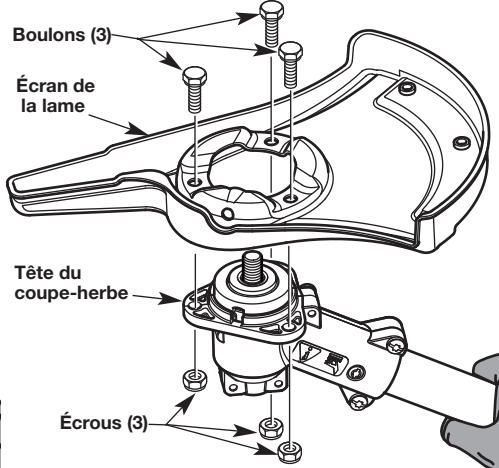

Fig. 9
- Tenez l'appareil en position d'utilisation (Fig. 9), puis positionnez la poignée en D de manière à assurer une prise idéale.
- Fixez l'écran de la lame à la tête du coupe-herbe avec les trois boulons et écrous de l'écran à l'aide d'une clé fermée ou d'une clé à douilles de 7/16 po (Fig. 9).
- Desserer et enlever les trois boulons et écrous de garde à l'aide d'une clé 7 / 16 pouce fermés ou douille (Fig. 9). Gardez-les avec la lame débroussailluse pour une utilisation future.